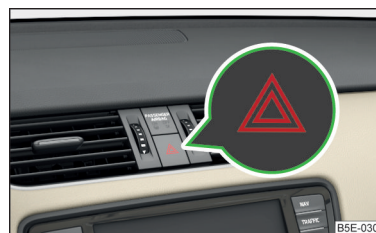

Fig. 55
- Press the button **▲** » Fig. 55.